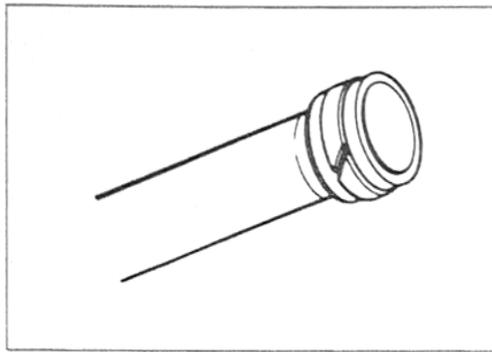

Bild 195
- Staubdichtung, Federsicherung, Wellendichtring und Gleitrohrbuchse von Hand auf Standrohr anbringen. Standrohrbuchse ⑧ in zugehörige Nut am Standrohr einsetzen.
- Falls demontiert, Nylon-Kolbenring von Hand auf Dämpferstange (Bild 195) anbringen.
- Ölstand von Oberkante des Standrohrs aus messen (Bild 195).